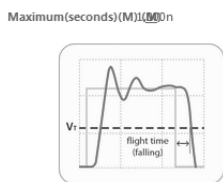

图 9-42 下降沿的下降时间约束规则
- “Flight Time – Falling Edge”（下降沿的下降时间约束规则）：如图 9-42 所示为该项设置示意图。